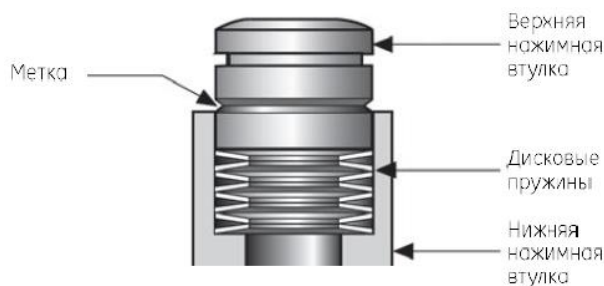

Рисунок 11
Подпружиненная нажимная втулка (доступная для класса применения ANSI 300 и выше) состоит из верхней и нижней нажимной втулки и восьми (8) дисковых пружин (см. рисунок 11). Пружины установлены внутри нижней нажимной втулки и расположены попеременно. Узел удерживается лентой, которую необходимо заменить перед установкой.